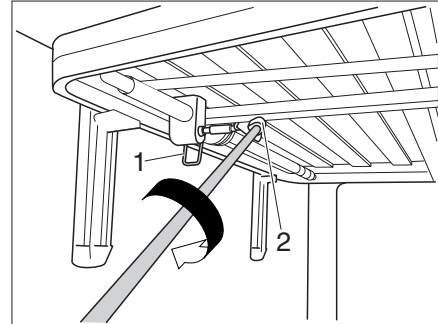

Bild 153 Höhenverstellung
- Sicherungshebel (Bild 153,1) lösen. Das Bett kann jetzt verstellt werden.
- Kurbel in die magnetische Vierkant-Aufnahme (Bild 153,2) schieben. Die Höhe des Bettes kann jetzt verändert werden.
- Kurbel aus der Vierkant-Aufnahme (Bild 153,2) ziehen und in der Halterung aufbewahren.